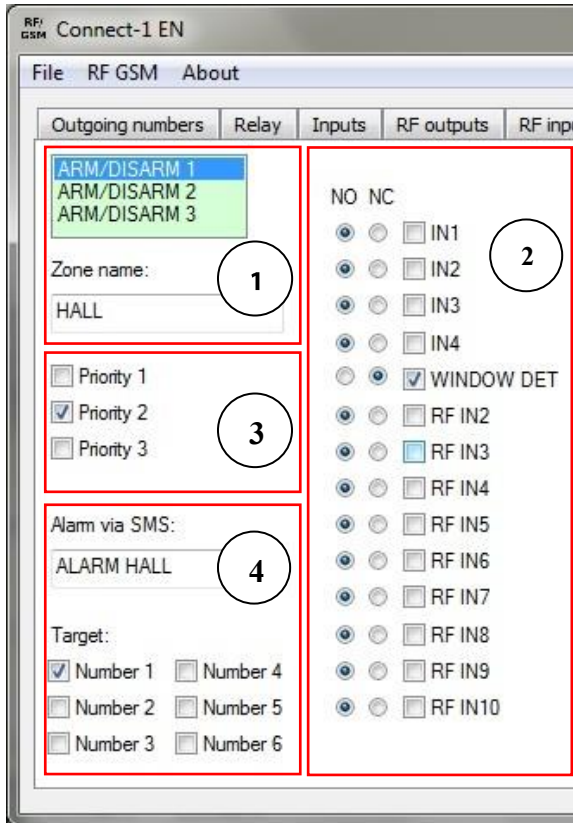

Fig. 25: Sectiunea "ARMARE/DEZARMARE" – selectia unitatilor de intrare in zonele monitorizate si introducerea parametrilor de zona.
2. Verificați marcaje care sunt utilizate pentru a selecta intrări care vor forma o zonă monitorizată. Pentru fiecare intrare, este posibil să selectați (NO, NC) intrare pozitivă sau negativă (a se vedea Fig. 25).